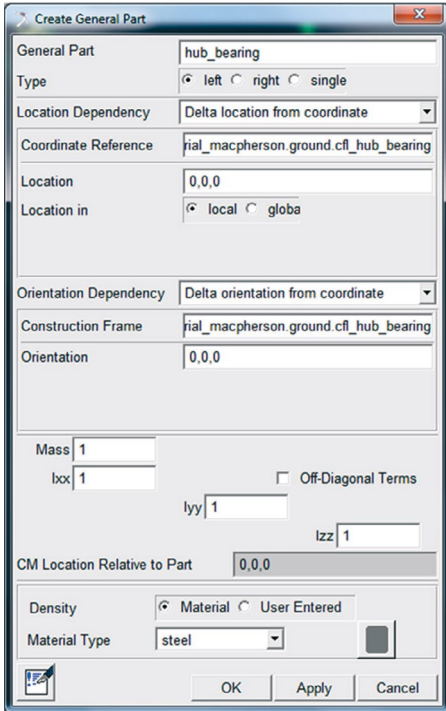

Figura 4.49 – Criação do *General Part* “hub_bearing”.
- Os campos da janela *Create General Part* deverão ser preenchidos, conforme ilustrado na Figura 4.49. Note que a orientação deste *General Part* é dada pelo *Construction Frame* “*hub_bearing*” criado anteriormente. As propriedades de massa são inseridas, a priori, com valores fictícios para que, após a construção da geometria, esses dados sejam recalculados e atualizados.